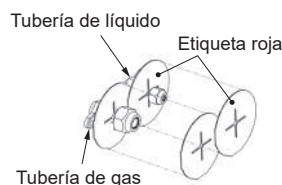

Fig. 4-3
- Las etiquetas rojas en el tubo de líquido y en el tubo de gas indican que se utiliza refrigerante inflamable. Si los quitó para realizar trabajos de tubería, asegúrese de volver a colocarlos en sus posiciones originales una vez finalizado el trabajo. (Fig. 4-3)